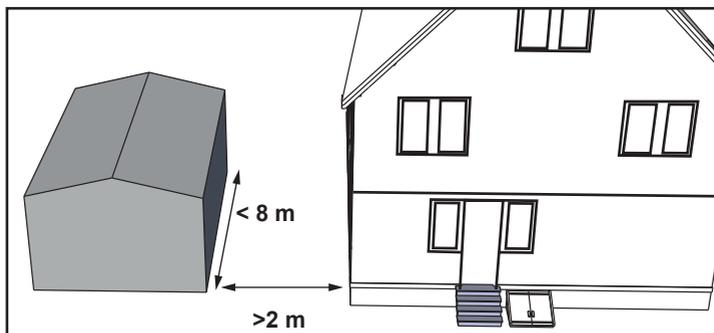

Fig. 10
- S'assurer que la disposition permet un accès facile à l'ensemble de la zone de tonte. Éviter de créer des zones étroites ou inaccessibles qui pourraient gêner le déplacement de la machine (Fig. 10).